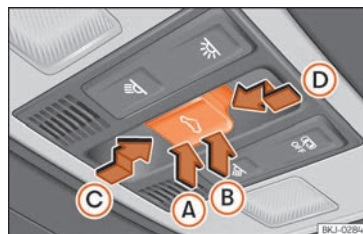

Fig. 58 Pe capitonajul plafonului: buton trapă.
Butonul ⇐ fig. 58 are două poziții. Primul nivel permite trecerea trapei în poziție înclinat, prin deschiderea sau închiderea totală sau parțială a acesteia.
- În aproximativ 5 secunde de la activarea funcției de acționare de siguranță, apăsați butonul « » » **fig. 58** până la nivelul doi în direcția săgeții **Ⓚ**, până când trapa se închide complet.